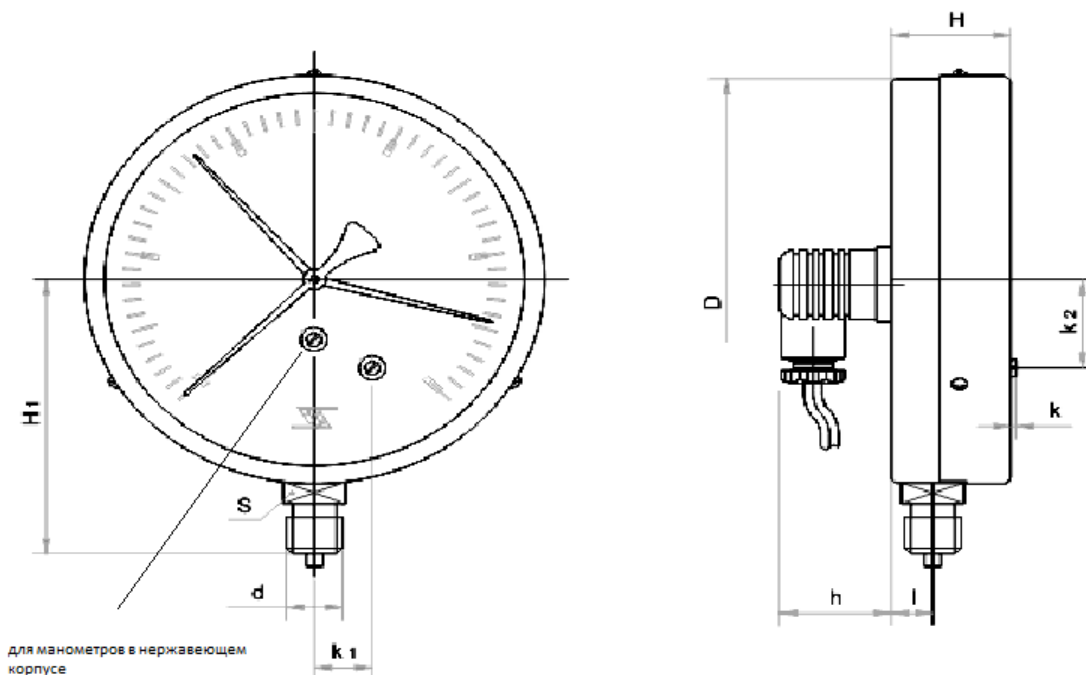

Рисунок 2. Вид электроконтактного манометра на базе микропереключателей
2.12. Габаритные и присоединительные размеры приборов не превышают указанных на рис.2.